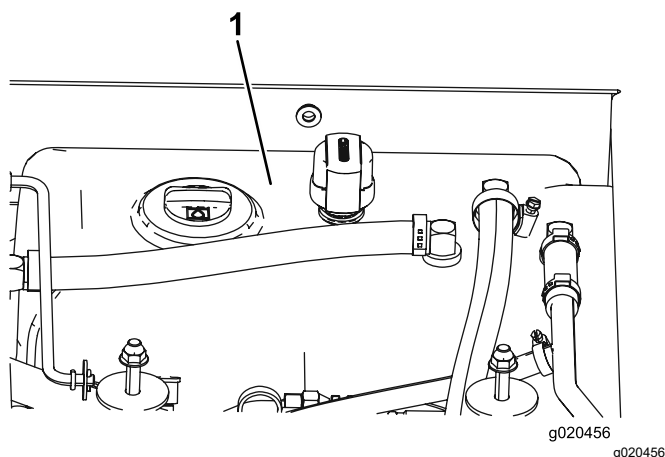

Bild 118
- Füllen Sie den Hydraulikbehälter (Bild 118) mit Hydrauliköl, siehe Prüfen des Hydrauliköls (Seite 86).